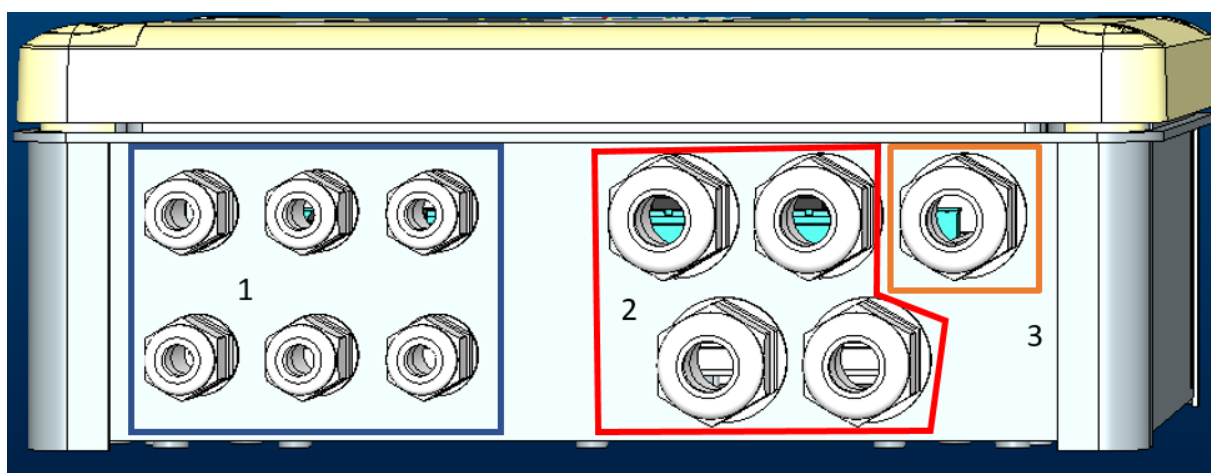

Fig. 1: Vy framifrån av kabelförskruvningar
1. För in kabeln i kabelförskruvningen som visas i Fig. 1 inringad med orange (kabelförskruvning 3).
Användaren kan utföra andra elanslutningar beroende på användningsområdet. Se Fig. 1.